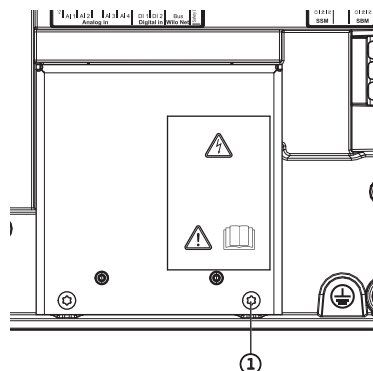

Fig. 114: EMV-védőlemez
4. Lazítsa meg az EMC-védőlemez csavarjait (Fig. 114, 1. poz.), és vegye le a védőlemezt.